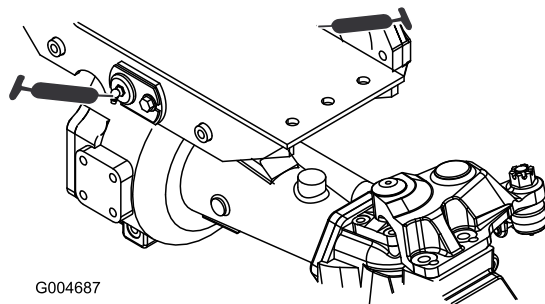

Figure 77
- 2 bagues de pivot d'essieux avant et arrière (Figure 77)